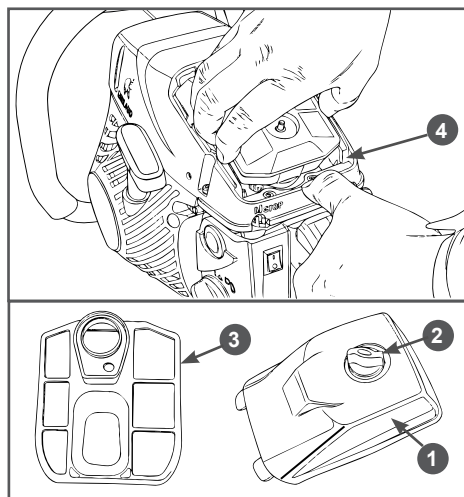

Рис. 27. Обслуживание воздушного фильтра
1. Открутите гайку 2 и снимите крышку 1 воздушного фильтра (Рис. 27).
2. Извлеките фильтрующий элемент 3 (Рис. 27).
5. Очистите от загрязнений крышку 1 и корпус 4 воздушного фильтра (Рис. 27). При очистке не допускайте попадания мусора в воздухопровод.